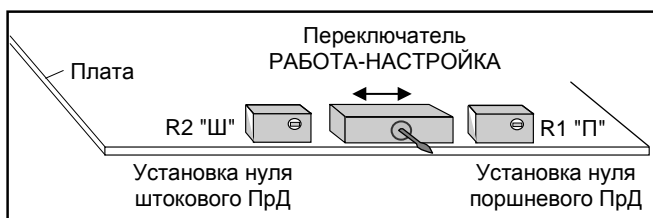

Рисунок 6
4.1.1 Снять крышку окна БОДа, открывающую доступ к регулировочным резисторам R1, R2 и переключателю **РАБОТА–НАСТРОЙКА** (см. рисунок 6).